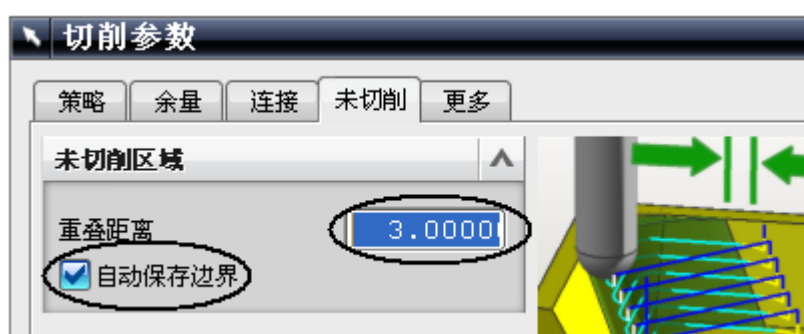

图 8-101
- 在操作对话框中，单击 ，设置如图 8-100 所示的检查余量，再单击未切削，设置如图 8-101 所示的参数，单击 OK。